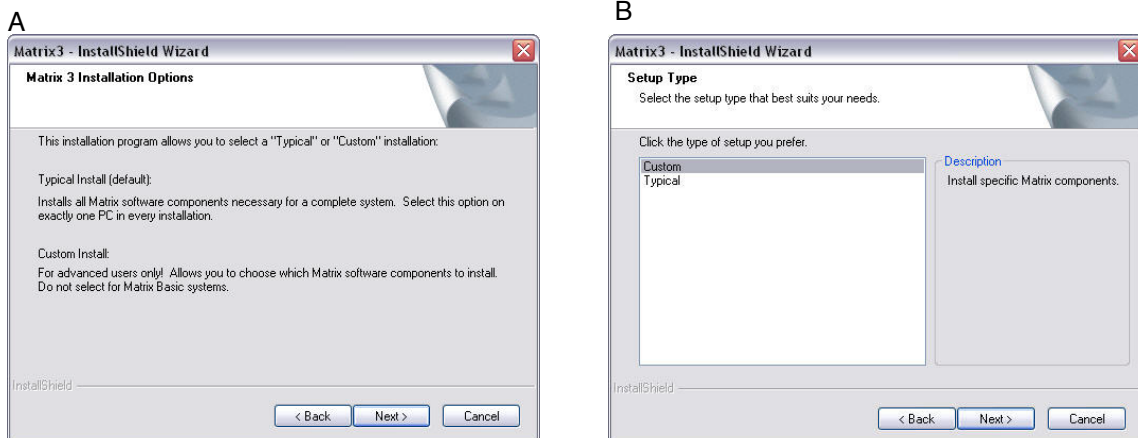

Рис. 14
- После нажатия кнопки «NEXT» [ДАЛЕЕ] для принятия условий лицензионного соглашения появится экран (А) параметров установки (Рис. 14). В этом экране отображаются два доступных для выбора типа установки.
После нажатия кнопки «NEXT» [ДАЛЕЕ] появится экран (В) «Setup Type» [Тип установки] (Рис. 14). На этом экране можно выбрать требуемый тип установки.